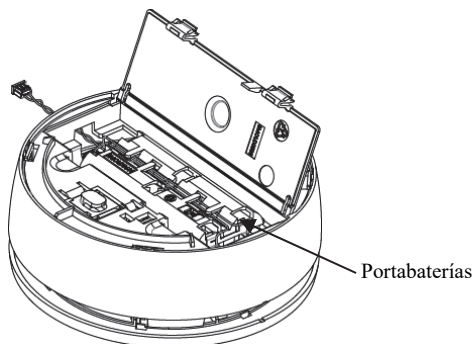

Figura 8
4. Abrir la tapa del compartimento de la batería (ver la Figura 8).